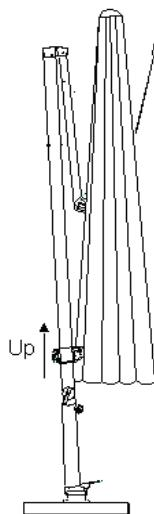

Fig. 4
Insérer le parasol (A) dans la colonne (B). Sécuriser la voilure dans la même direction avec le levier de pied du dispositif de rotation puis desserrer le lien du parasol (fig. 4).